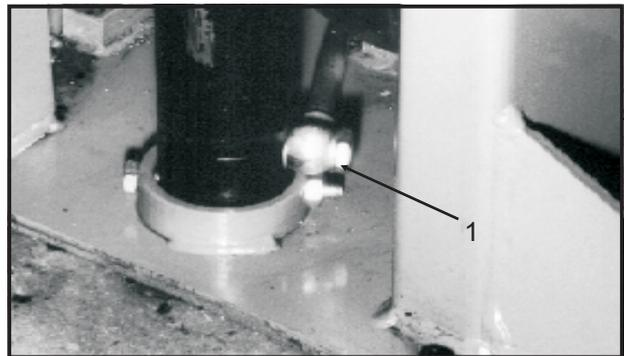

Fig.17
- nel caso dovesse verificarsi improvvisamente una grossa perdita nel circuito idraulico (es.: rottura di un tubo), intervengono le valvole di blocco poste nella parte inferiore dei cilindri (rif.1 Fig.17).
- In case of a sudden, great leakage in the hydraulic circuit ( a broken pipe), the blocking valves, at the bottom of each cylinder, will trip (ref.1, fig.17).